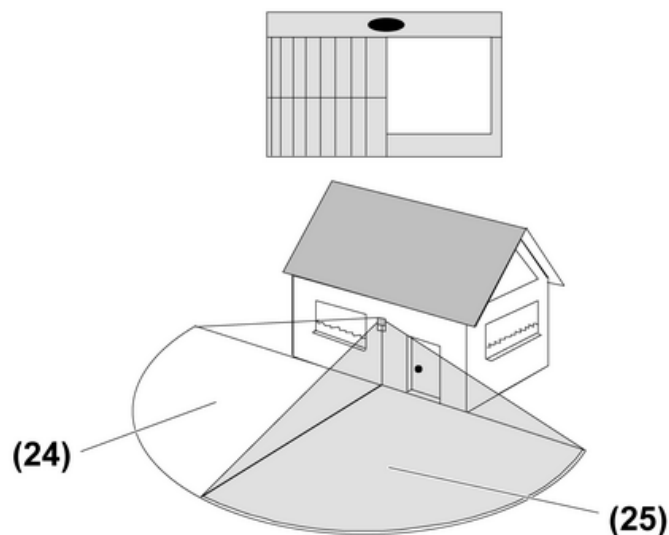
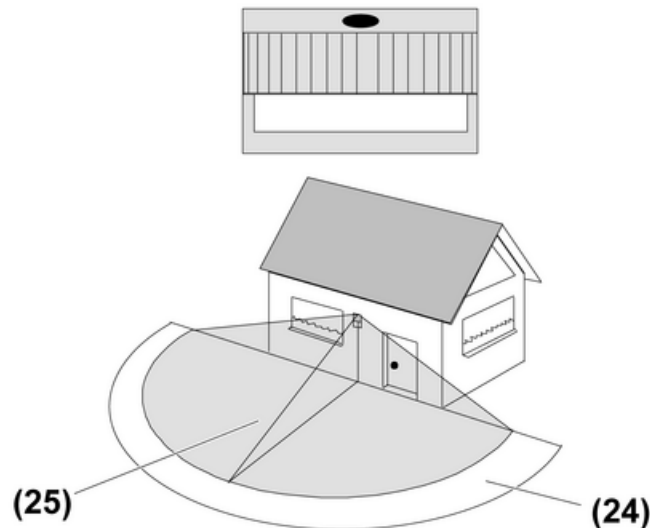

Bild 23: Seitlichen Bereich ausblenden
Bild 24: Fernbereich ausblenden
Mit der Aufsteckblende (26) können nicht gewünschte Erfassungsbereiche ausgeblendet werden. Siehe (Bild 23) und (Bild 24).